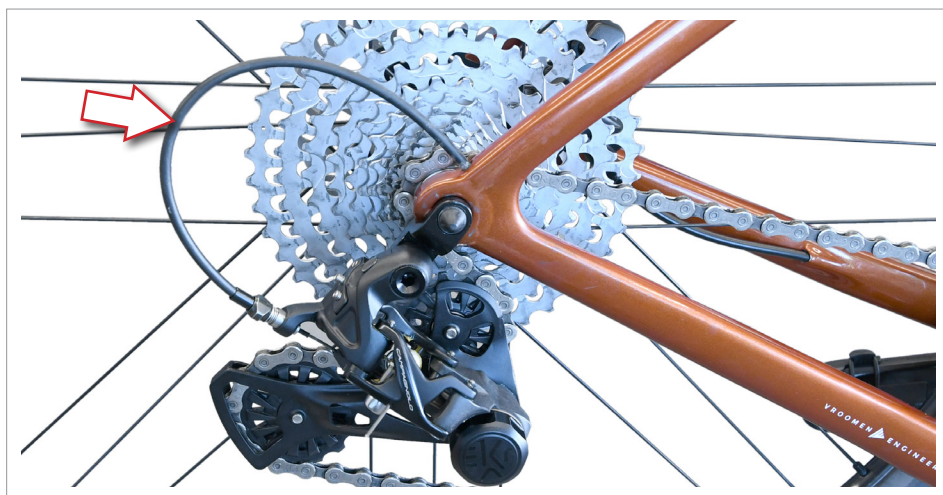

Fig.13
- En caso de que el cable esté dañado o sufra daño, deberá ser sustituido antes de utilizar la bicicleta. En caso de que la funda quede demasiado corta, el cambio de velocidades no podrá efectuarse de modo plenamente correcto (Fig.13).